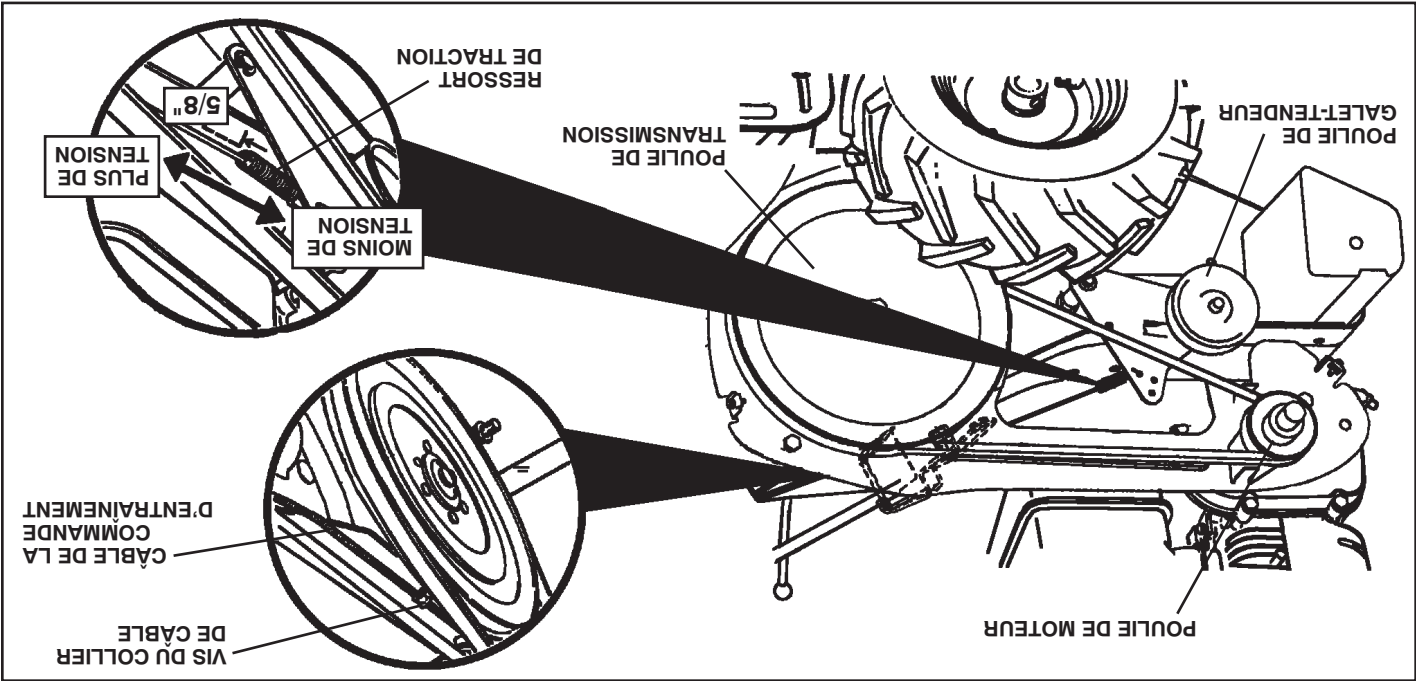

Fig. 26
- Les nouvelles fraises devraient être montées comme illustré dans la Figure 26. Les bords de fraise aiguisés tourneront en arrière à partir d'en haut.
RÉGLER LA COURROIE D'ENTRAÎNEMENT À TERRE (Voir la Fig. 26)